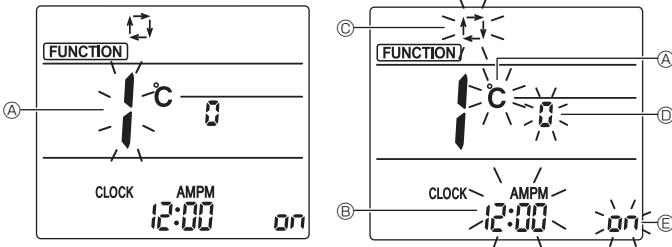

Fig. 4-11
- Kontrollera att funktionsnummer "1" visas och tryck sedan på knappen **SET** Ⓝ. Skärmen för inställning av skärmen visas. (Fig. 4-11)
4.12.2. Ändra temperaturenhet (Fig. 4-11 Ⓠ)
4.12.3. Ändra tidsvisningen (Fig. 4-11 Ⓡ)
4.12.4. Ändra till AUTO-läget (Fig. 4-11 Ⓣ)
4.12.5. Ändra parnumret (Fig. 4-11 Ⓥ)